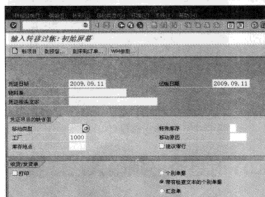

图 15-30 “输入转移过账:初始屏幕”界面
STEP 1 在命令栏中输入“MB1B”命令,弹出“输入转移过账:初始屏幕”界面,如图 15-30 所示。